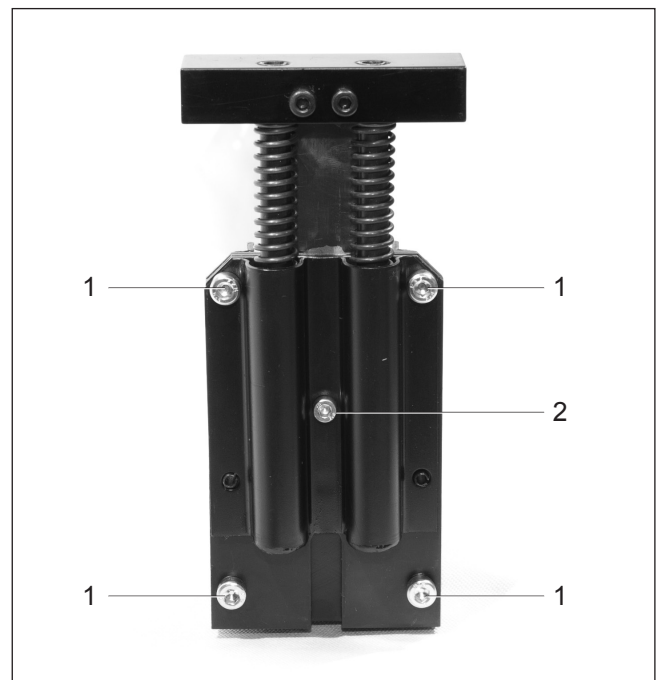

Fig. 11
- Lossa de fem skruvarna (Fig. 11/1 och 11/2), som håller den främre kulissen, ett varv.